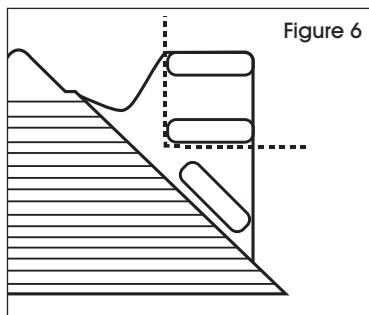
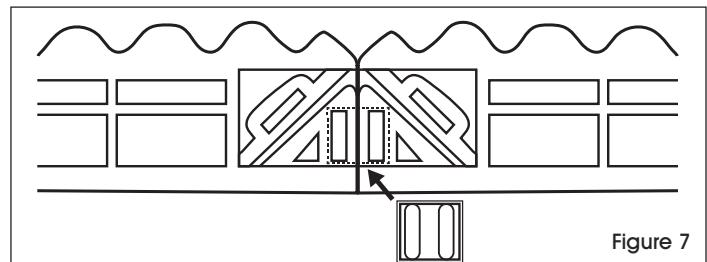

Figure 6
Figure 7
5. Retirez la languette de raccordement de l'extrémité de la bordure précédemment découpée (Voir Figure 6) et utilisez-la pour fixer les bordures de finition là où elles se rencontrent grâce aux emboîtures du dessous (Voir Figure 7). Pour les coins intérieurs, procédez de la même façon, mais en coupant le long de la ligne « B » sur les deux extrémités des bordures.